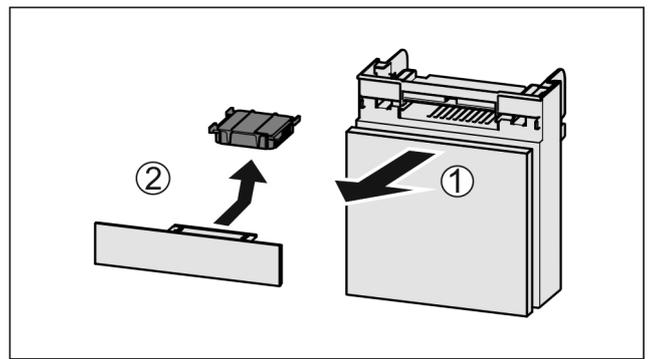

Fig. 72
- Extraire le compartiment par l'avant Fig. 72 (1).
- Sortir le filtre à charbon actif Fig. 72 (2).